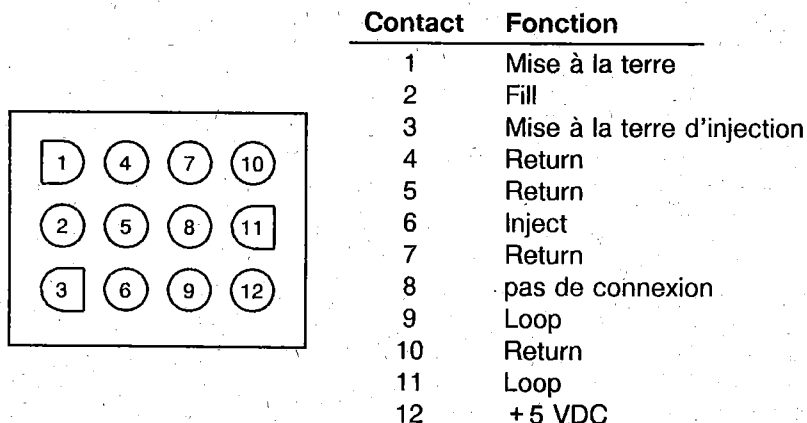
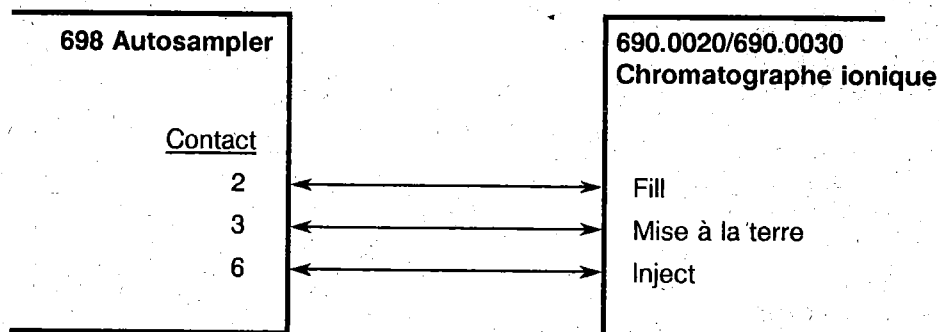

Fig. 10: Affectation des prises à la sortie pour soupape d'injection
Fig. 11: Connexion à la soupape d'injection
La sortie (13) pour soupape d'injection sert à relier l'Autosampler 698 à la soupape à commande électrique du Chromatographe ionique 690.0020 resp. 690.0030 par le câble 6.2128.030. La fig. 10 illustre l'affectation des prises à cette sortie. La fig. 11 donne le schéma de connexion de l'Autosampler 698 avec la soupape Valco à deux positions du Chromatographe ionique 690.0020 resp. 690.0030.